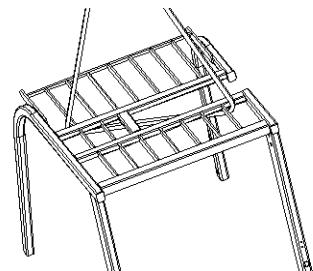

Рис. 2-74
(2) Места крепления защитной крыши представлены на Рис. 2-74